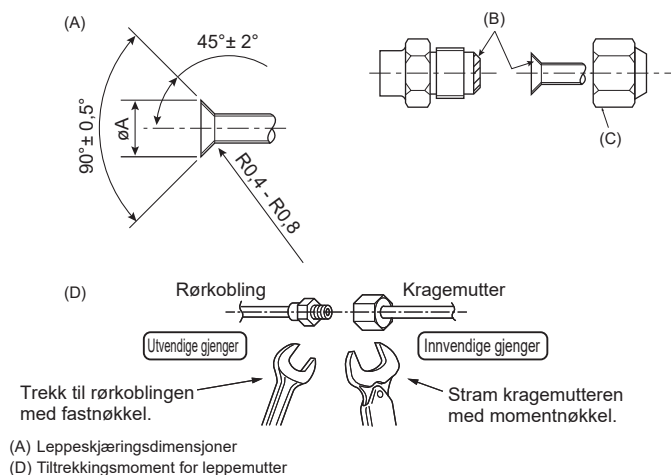

Fig. 4-1
(A) (Fig. 4-1)
(D) (Fig. 4-1)
4.2. Kople til rør (Fig. 4-1)
- Påfør et tynt lag med kjølevæskeolje på rør og skjøtseteflater før du strammer leppemutteren. (A)
- Bruk 2 nøkler til å stramme rørkoplingene. (D)
- Påfør kjølemaskinolje på hele leppeseteflaten. (B)
- Bruk leppemutrene for følgende rørstørrelser. (C)